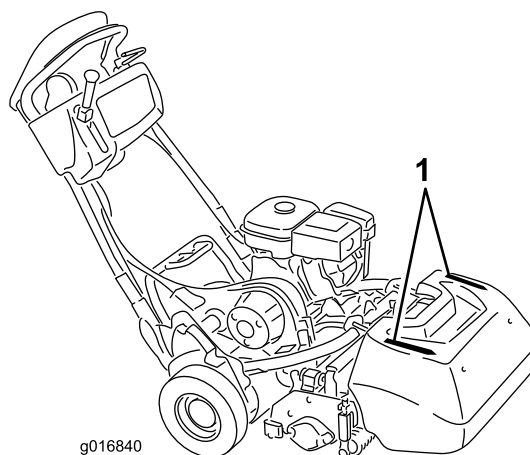

Figure 31
- Pour vous aider à travailler en ligne droite sur le green et à maintenir la machine à égale distance du bord de la passe précédente, servez-vous des bandes d'alignement sur le dessus du bac à herbe (Figure 31).